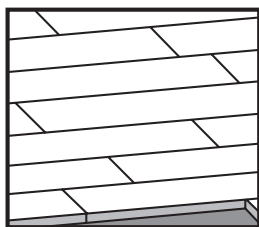

FIGURE 1.1 (CORRECTE)
**ÉTAPE 4:** Taillez la dernière latte de la rangée de départ en laissant 1/2 po (12 mm) du mur et utilisez la retaille pour commencer la deuxième rangée. Il est préférable de ne pas utiliser cette retaille si sa longueur est inférieure à 6 po (150 mm), car elle pourrait avoir tendance à se déplacer. Continuez à poser les lattes en insérant d'abord la languette dans la rainure du côté de la latte, puis la languette dans la rainure du bout. Évitez de regrouper, si possible, les joints; pour ce faire, espacez ces derniers d'au moins 8 1/2 po (212 mm) (plancher de 4 1/4 po de large). Enlevez toute trace d'adhésif de la surface finie des lattes avant qu'il sèche en utilisant le dissolvant approprié. Voir la figure 1.1 et 1.2.